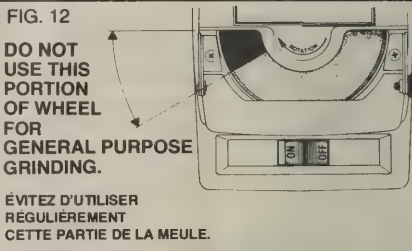

FIG. 12
7. When ever possible, use only the grinding wheel area shown in Fig. 12.
7. Si possible utilisez la partie de la meule illustrée sur la Figure 12.